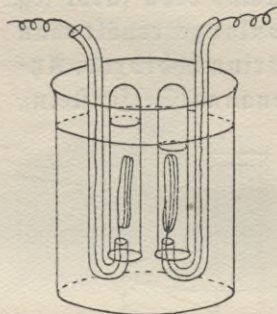

Fig. 16a. Electrolyse des Wassers.
1) An Stelle des Hoffmannschen Apparates kann man den leicht herzustellenden Apparat (Fig. 16a) nehmen, dessen Elektroden aus Eisendraht bestehen und durch eine gebogene Glasröhre hindurchgezogen sind. Als Elektrolyten verwendet man 20% Natronlauge. Die Reagenzröhren werden in einen Retortenhalter eingespannt, so daß die zu einer 3–4 fachen Spule aufgewickelten Enden des Eisendrahtes von unten hineinreichen.